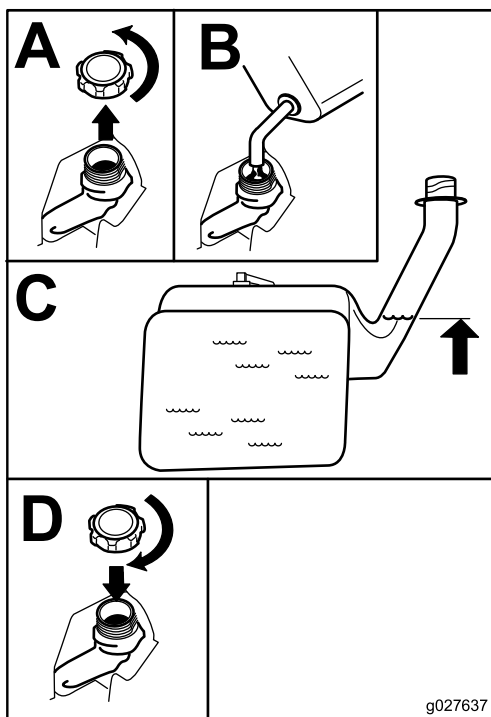

Figura 8
2. **Lentamente** adicione gasolina normal, sem chumbo até o combustível chegar à base do tubo de enchimento Figura 8.